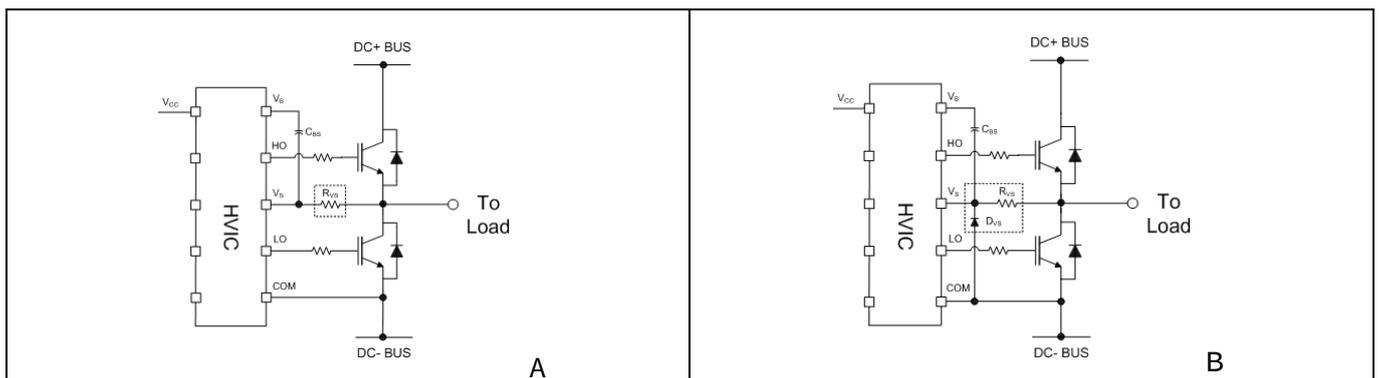

图 25  $V_S$  引脚和开关节点之间的电阻器以及 COM 和  $V_S$  之间的钳位二极管
**布线和布局：**功率级 PCB 寄生元件可能导致开关节点出现较大的负电压瞬变；建议限制相电压负瞬变。为了避免这种情况，建议 1) 尽量缩短高端发射极到低端集电极的距离，以及 2) 尽量缩短低端发射极到负总线轨的杂散电感。但是，如果负  $V_S$  尖峰仍然过大，可以采取进一步措施来降低尖峰。这包括在  $V_S$  引脚和开关节点之间放置一个电阻 (5  $\Omega$  或更小) (参见图 25 - A)，并且在某些情况下在 COM 和  $V_S$ 之间使用钳位二极管 (见图 25 - B)。请参阅 [www.infineon.com](http://www.infineon.com) 上的DT04-4 以获得更详细的解释。